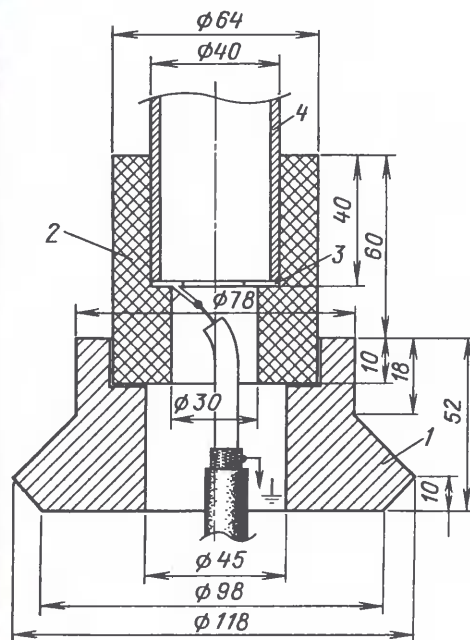

Рис. 3
Основание GP и ее нижняя труба диаметром 40 мм взяты от антенны промышленной радиостанции "Гранит". Но так как найти в настоящее время подобные вещи проблематично, на рис. 3 приведен чертеж этого узла. Основание (1) — дюралюминий Д16Т, изолятор (2) лучше изготовить из стеклотекстолита или капролактама (у автора изолятор был изготовлен из самодельного текстолита. Ткань, пропитанная эпоксидной смолой, была плотно намотана на деревянный стержень и после обработки, для защиты от влаги, покрашена автомобильной краской, но не "металлик").
блюде, перевернутое вверх дном, с прорезанным отверстием по диаметру трубы, и щели загерметизировать силиконовым герметиком. Оплетка кабеля должна иметь надежный электрический контакт с алюминиевым основанием. Ее припаивают к контактной лепестку, который подкладывают под один из четырех болтов, крепящих основание антенны к крыше. Болты (М10 или М12) вворачиваются в нижнюю плоскость основания, для чего в нем сделаны четыре резьбовых отверстия под углом 90° относительно друг друга по радиусу 30 мм (на рис. 3 не показаны). Выводы кабеля также следует загерметизировать. Алюминиевое основание КВ антенны соединено с крышей дома тремя биметаллическими (меденными) проводами диаметром 4 мм, за ребра стыков крыши, стальными струбцинами.